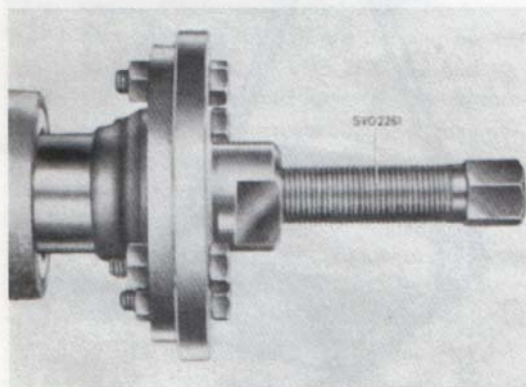

Bild 4. Demontering av medbringare
- Lossa muttern för medbringaren. Dra av medbringaren med avdragare 2261, se bild 4.
3. Lossa muttern för medbringaren. Använd därvid mothåll 2837. Dra av medbringaren med 2261, se bild 4.
2. Lossa muttern för medbringaren. Använd därvid mothåll 2837. Dra av medbringaren med 2261, se bild 4. Lossa skruvarna och ta bort bakre locket. Dra av hastighetsmätarhjulet från huvudaxeln.